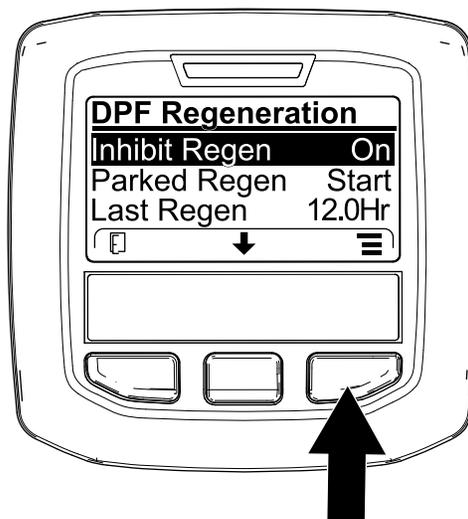
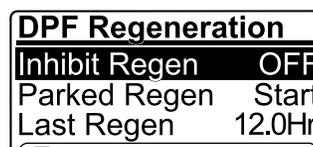

図 46
図 47
1. DPF Regeneration メニューで、中央ボタンを押して再生禁止 INHIBIT REGEN オプションに移動し、右ボタンで中に入る 図 46。
2. 右ボタンを使って、設定をを、ON から OFF 図 46または OFF から ON に変える 図 47。